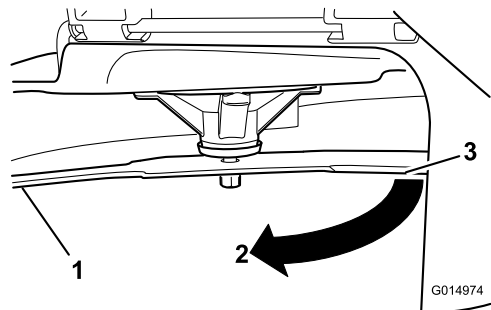

Figura 65
4. Rotiți aceeași lamă la 180 de grade, astfel încât marginea de tăiere opusă să se afle acum în aceeași poziție (Figura 65).